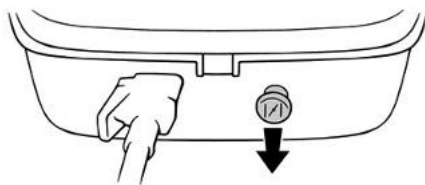

Рис. 29 Рычаг управления воздушной заслонкой
- Если двигатель лодочного мотора холодный, перед запуском вытяните рычаг управления воздушной заслонкой (закрытое положение) (Рис. 29). После запуска двигателя полностью задвиньте рычаг.